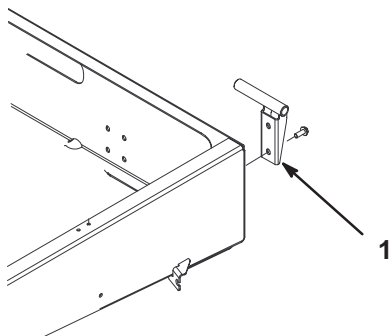

Figure 8
2. Fixez le pivot gauche à l'angle arrière gauche du châssis à l'aide de 2 vis à collerette (3/8 x 1"). Positionnez le pivot comme illustré à la Figure 8.